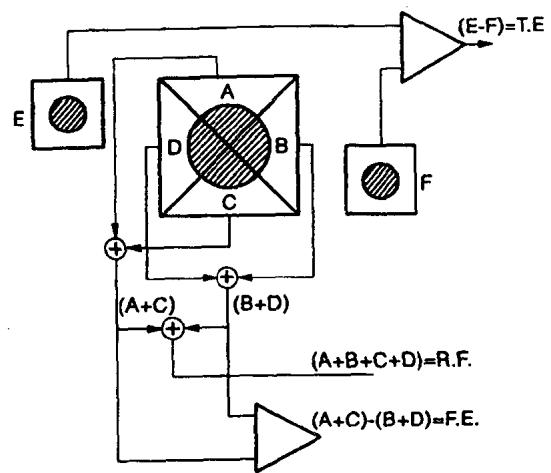
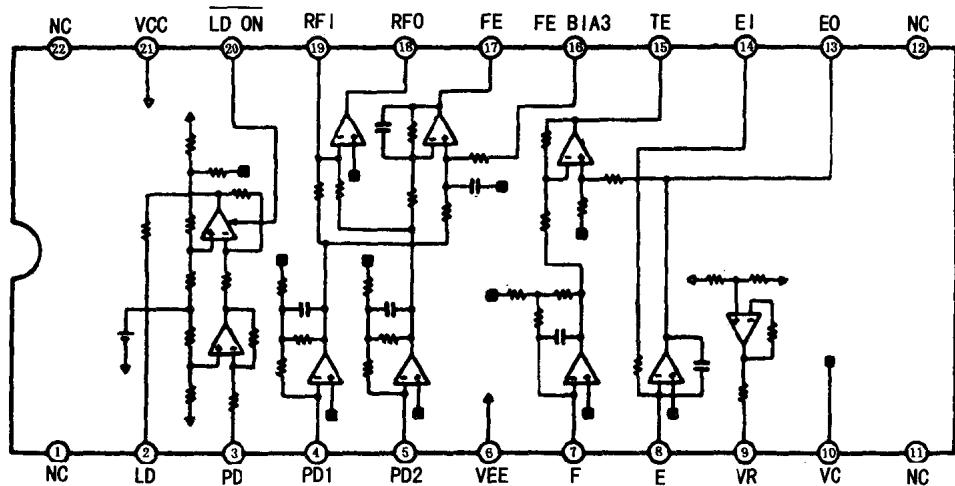
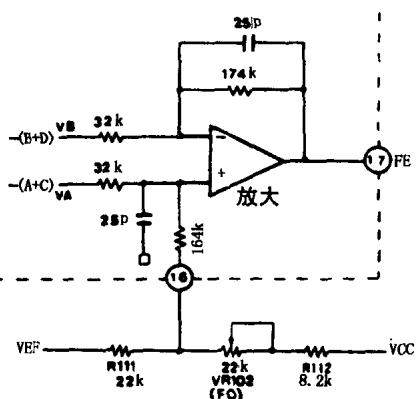

图 1.1.2 聚焦误差电压检测电路框图
图 1.1.3 IC101 内部比较器电路图
图 1.1.4 聚焦误差电压检测判别过程图
(1) 聚焦误差电压检测电路 聚焦误差电压检测电路框图如图 1.1.2 所示。由激光头组件的 4 分离检测器（光敏二极管接收器）A、B、C、D 检测到的反光量。经 A、B、C、D 转化为电信号后加至 IC101 (CXA1571S) ④、⑤脚。其中④脚为 $(A+C)$ 信号输入，⑤脚为 $(B+D)$ 信号输入。两路信号在 IC101 内部进行比较后，从 IC101 ⑯脚输出聚焦误差信号。IC101 内部的比较电路如图 1.1.3 所示。比较器输出的信号具有三种状态：当碟片距离激光头透镜太远时，比较器输出大于 0V 的电压；当碟片距离太近时，比较器输出小于 0V 的电压；当正确聚焦时，比较器输出 0V 电压。其比较过程如图 1.1.4 所示。
(2) 聚焦线圈驱动电路 聚焦线圈驱动电路